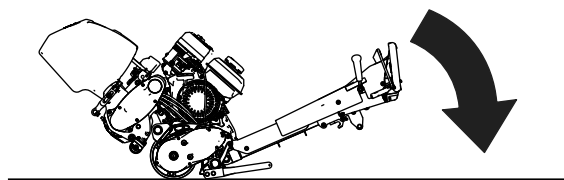

Figura 12
1. Suport (nu este furnizat) 2. Piuliță pentru șurubul de reglare pentru contracuțit (2)
- Cu unitatea de tăiere montată la nivelul mașinii, coborâți mânerul unității de tracțiune la sol (Figura 12).